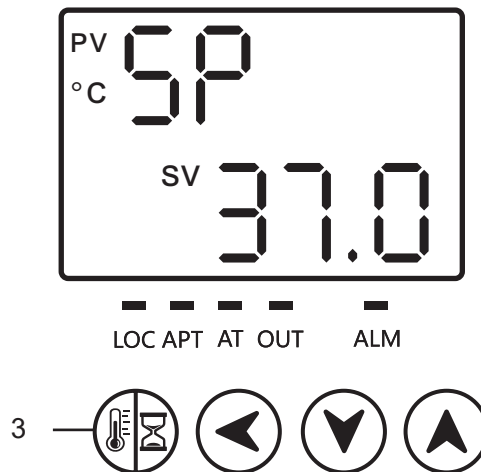

Figura. 5 Definir temperatura
2. Definir la temperatura: Presione el botón 3 . Programe la temperatura deseada utilizando los botones: de desplazamiento (◀), de disminución (▼) y de aumento (▲). Después, presione 2 veces botón 3  para confirmar los parámetros (Figura 5).